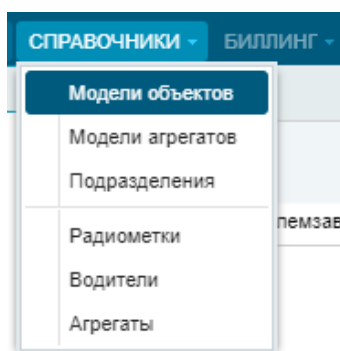

Рисунок 2.17 – Выбор «Модели объектов»
4. Для заполнения или корректирования данных по имеющейся технике, необходимо выбрать вкладку **Справочники** и выбрать **Модели объектов** (рисунок 2.17).